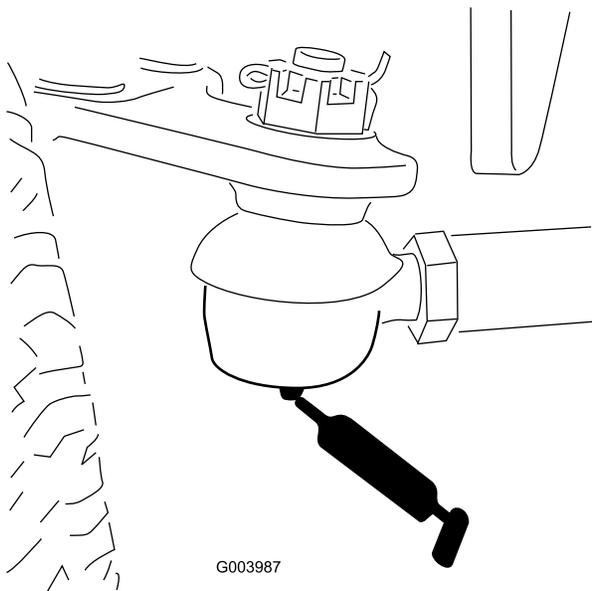

Figure 42
- Bielle d'essieu arrière (2) (Figure 42).